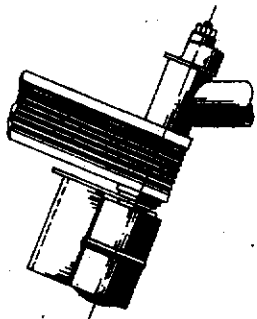

Abb. 8
- Durch Ablegen des Gurtes wird die Rolle entspannt (Abb. 8)